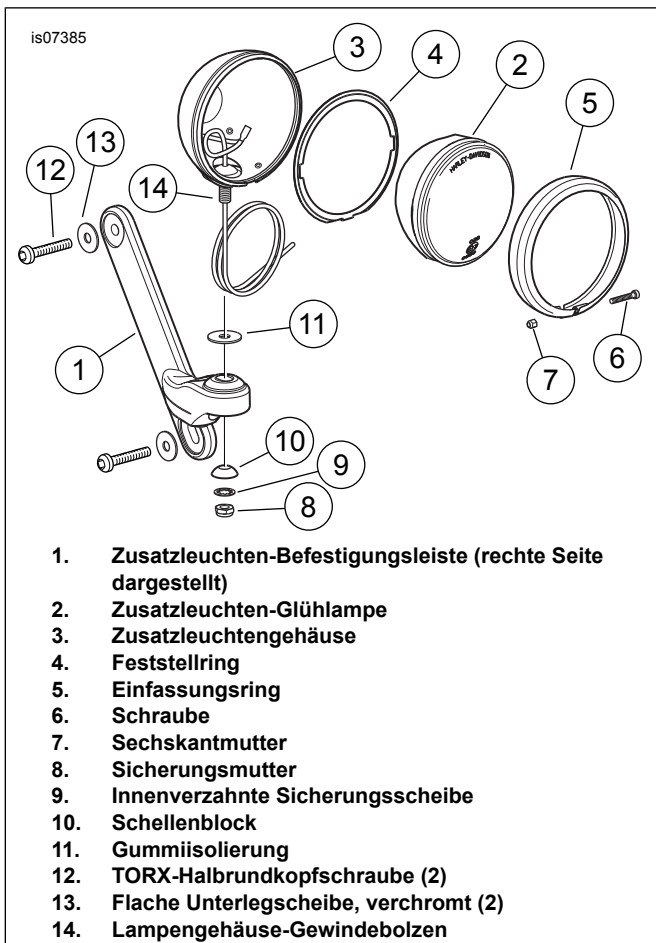

Abbildung 1. Zusatzleuchtenbaugruppe
2. Siehe Abbildung 1. Eine Zusatzleuchten-Glühlampe (2) gemäß den Anweisungen im Zusatzleuchten-Glühlampensatz in ein Zusatzleuchtengehäuse (3) einbauen.